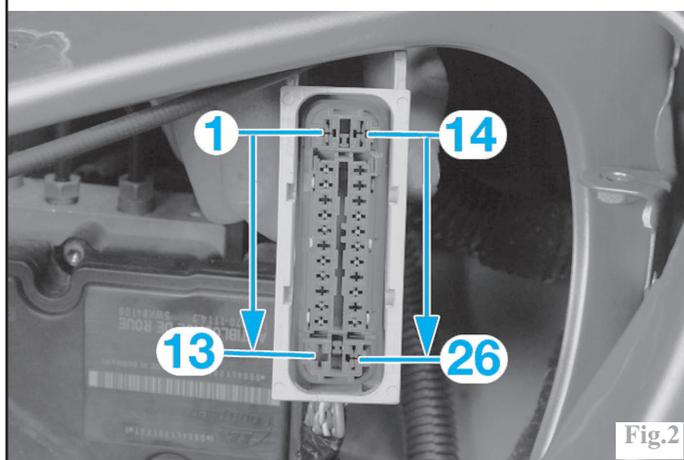

Fig.2
**Affectation des bornes du connecteur du calculateur ABS sans ESP (Fig.2)**